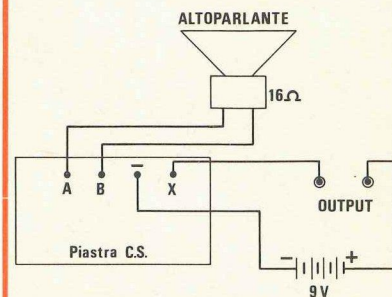

Fig. 5 - Collegamenti fra la basetta a circuito stampato e l'altoparlante.
- Saldare i terminali dell'altoparlante con trecciola bianca e gialla, ai due ancoraggi del circuito stampato A e B - fig. 5.